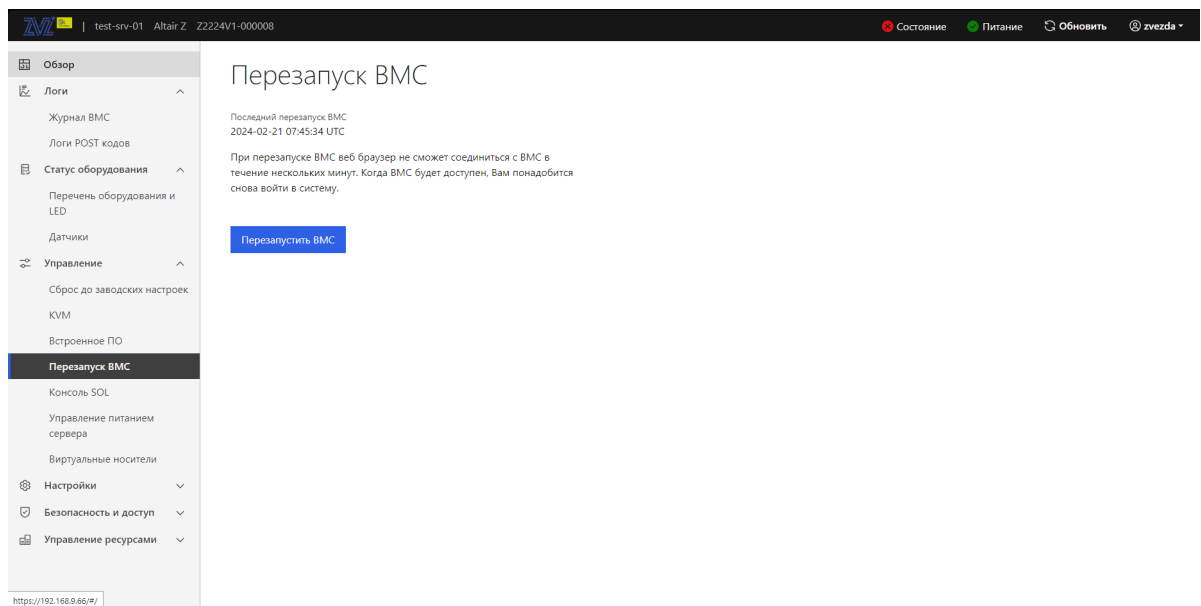

Рис. 82. Окно «Перезапуск BMC»
- 4) Пройдите во вкладку «Управление» → «Перезапуск BMC» в данной вкладке осуществляется перезапуск BMC. Нажмите на кнопку «Перезапустить BMC» для перезапуска BMC. Окно показано на рис. 82 Окно «Перезапуск BMC»